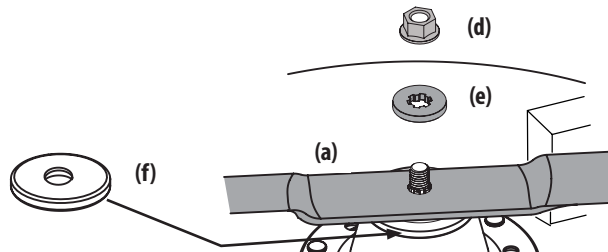

Figure 44
- Retirez l'écrou de la bride (d) et la rondelle plate (e) qui fixent la lame (a) à la tondeuse (a) et retirez la lame (Figure 44).
NOTE : plateau de coupe de 36 pouces uniquement - Un capuchon (f) est présent entre la lame et la tondeuse. Avant l'assemblage, assurez-vous que le capuchon est en place avant d'installer la lame (Figure 44).